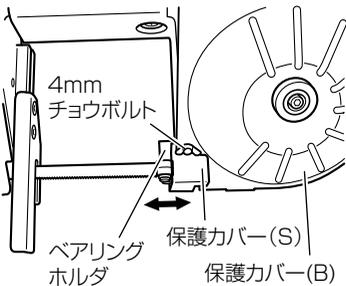

図 12 (b)
また、ベアリングホルダの位置調整後、保護カバー (S) をベアリングホルダに合わせて移動し、4 mm チョウボルトで固定してください。[図 12(b)]